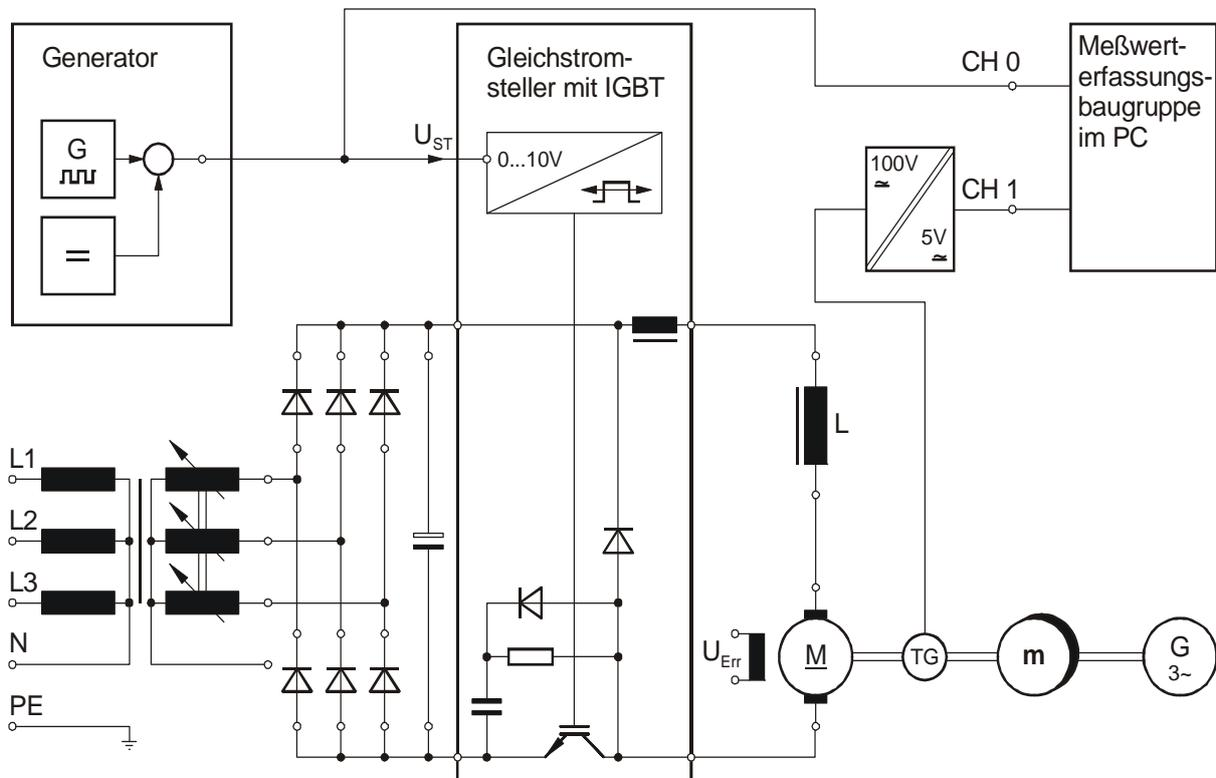

Bild 3: Schaltbild zur Messung der Übergangsfunktion eines Gleichstrommotors
- 4.1 Messung der Sprungantwort eines fremderregten Gleichstrommotors mit Hilfe der Messschaltung nach Bild 3 und der Sprungantwort des Gleichstrommotor-modells (PT2-Glied) mit einer Sprunghöhe $\Delta u_{e0} = 0,5 \text{ V}$ bei einem Arbeitspunkt von $n = 750 \text{ min}^{-1}$ (entspricht $U_{\text{ST}} = 4,5 \text{ V}$)